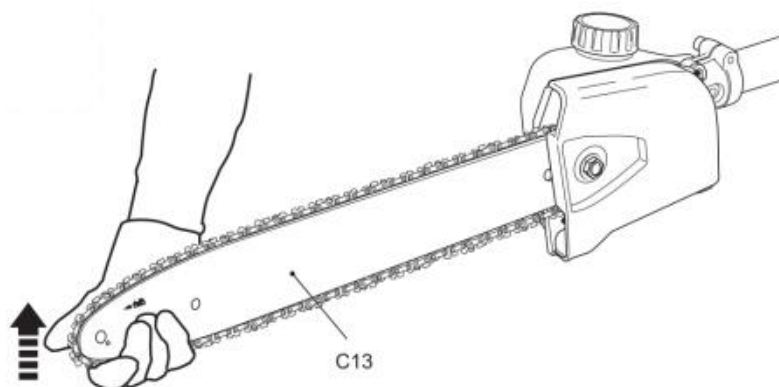

Fig. 13
- 2) Levante la punta de la barra guía (C13) y manténgala en esa posición mientras ajusta la tensión (Fig. 13).